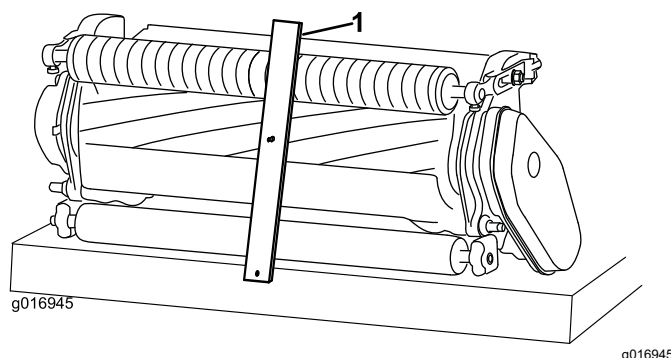

Figure 10
2. Accrochez la tête de la vis du gabarit de hauteur de coupe au tranchant sur le côté droit de la contre-lame et appuyez l'arrière du gabarit sur le rouleau arrière (Figure 10).